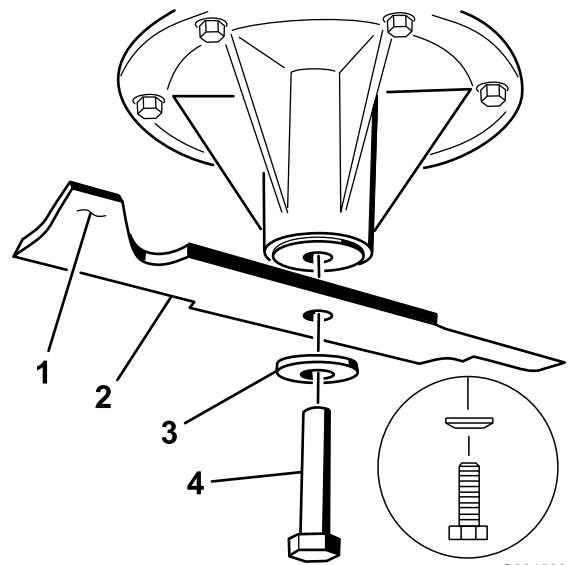

Figura 89
1. Instale la cuchilla en el eje (Figura 89).
2. Instale la arandela de muelle y el perno de la cuchilla (Figura 89).
Nota: El cono de la arandela de muelle debe estar orientado hacia la cabeza del perno (Figura 89).